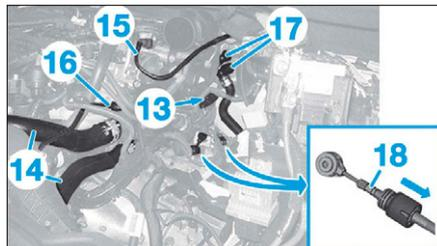

FIG. 103
- Déconnecter la sonde de température des gaz d'échappement (13) (Fig.103).
- les durits de refroidissement (14),
- le tuyau de dépression (15),
- le tuyau de dégazage (16),
- les durits d'aérotherme (17),
- les commandes de sélection de vitesses (18).